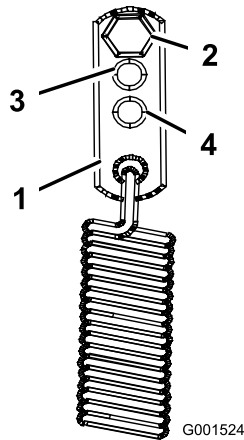

Figure 40
3. Pour des conditions d'utilisation plus difficiles, déplacez les ancrages de ressort aux positions service moyen ou lourd (Figure 40). Les ancrages de ressort sont fixés au coin arrière supérieur des protections de la transmission hydraulique sur les côtés gauche et droit de la machine.